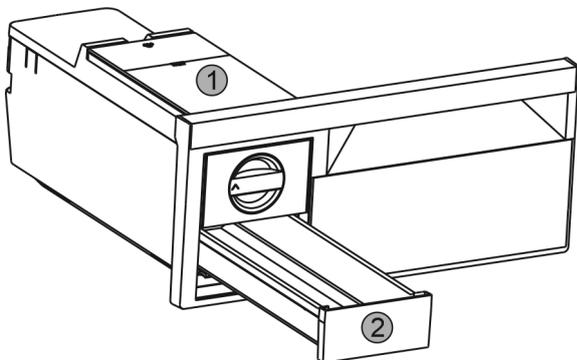

Fig. 55
- ▶ Rimuovere il serbatoio dell'acqua Fig. 55 (1) e il cassetto dei cubetti di ghiaccio Fig. 55 (2).